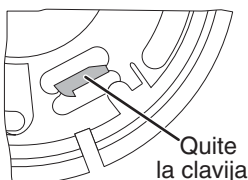

FIGURA 7
Para que la alarma de humo tenga una cierta resistencia a las manipulaciones, se incluye una clavija de seguro en la abrazadera de montaje de la unidad. Esta clavija ayudará a que los niños y otras personas no puedan desmontar la alarma de humo de la abrazadera. Ver Figura 7. Esta clavija se puede instalar siguiendo estas instrucciones.
1. Quite la clavija de seguro desprendible de la abrazadera de montaje de la unidad, moviéndola de adelante a atrás. Ver Figura 7.